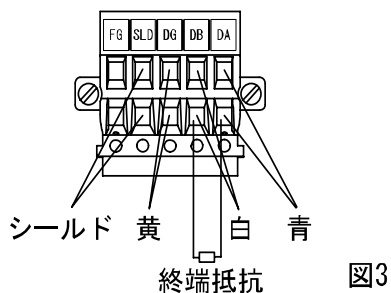

図 3
(3) CC-Link システムでは使用するケーブルにより接続する終端抵抗が異なります。(下表、図 3 参照)